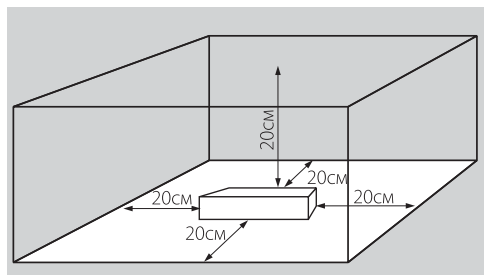

Рис. 1
- 4.2. Для естественной вентиляции обеспечьте свободное пространство вокруг источника питания не менее 20см, как изображено на Рис. 1. При невозможности обеспечить свободное пространство используйте принудительную вентиляцию.